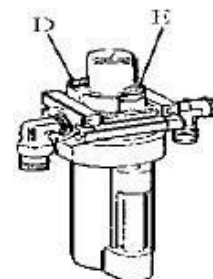

Рис. 9
продолжения операции необходимо нажимать дважды каждый раз, опускайте уровень масла, в противном случае отрегулируйте винт (D), контролирующий место прохождения масла, с помощью плоской отвертки (Рисунок 9).